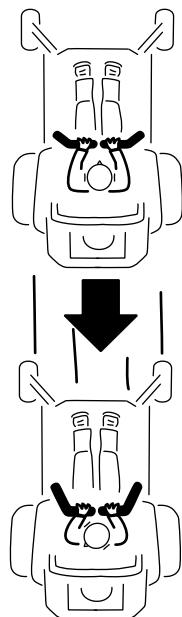

Bild 21
2. Ziehen Sie zum Rückwärtsfahren die Fahrantriebshebel langsam nach hinten (Bild 21).